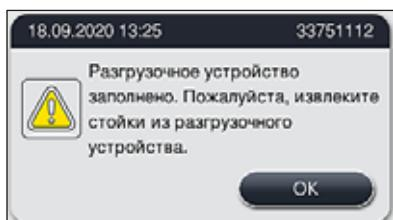

Рис. 88
- Необходимо открыть разгрузочное устройство и извлечь стойки не позднее, чем появится предупреждение по заполнении станции разгрузки (→ "Рис. 88"). Если это предупреждение будет проигнорировано, перемещение следующих стоек в станции разгрузки будет невозможна. Это может привести к изменению длительности этапов и замедлению процесса окрашивания, а также, возможно, к непредсказуемым результатам окрашивания.